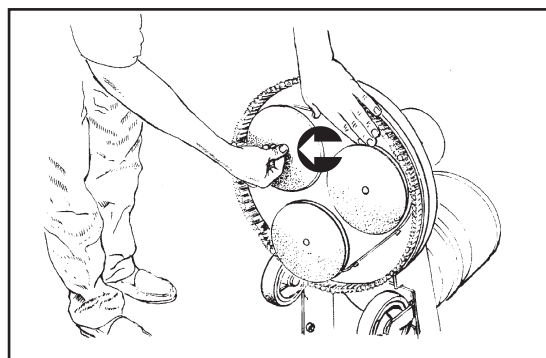

Figure 15
- Pour enlever l'abrasif ou l'abrasif en treillis et le pad, placez-vous sur l'un des côtés de la machine et tirez par un bord. Il se peut qu'il y ait une barrette poussoir en plastique au centre de l'abrasif en treillis qu'il faille retirer avant d'enlever l'abrasif. (voir Figure 15)